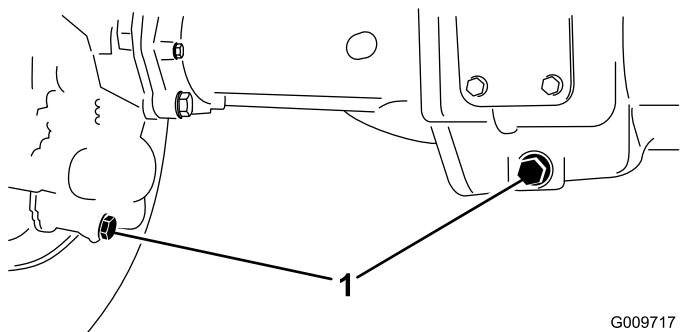

図 80
2. ドレンプラグそれぞれの端部に1本ずつ、中央に1本全部で3本の周囲をきれいにする 図 80。